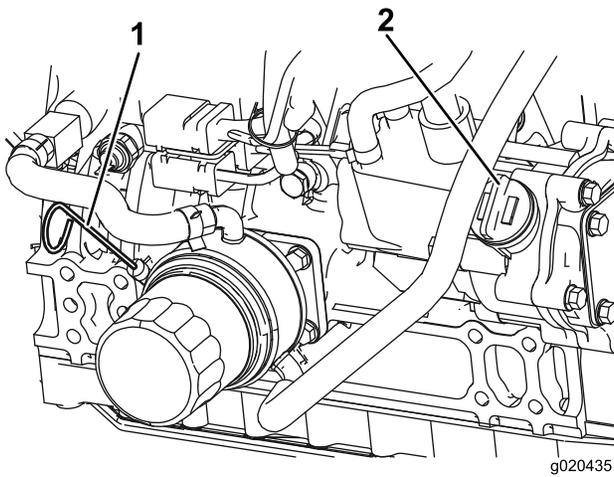

Figura 23
El nivel de aceite debe estar en el intervalo seguro (Figura 23).
4. Si el nivel de aceite está por debajo del intervalo seguro, retire el tapón de llenado (Figura 23) y añada aceite hasta que el nivel llegue a la marca Full (lleno). **No llene demasiado.**